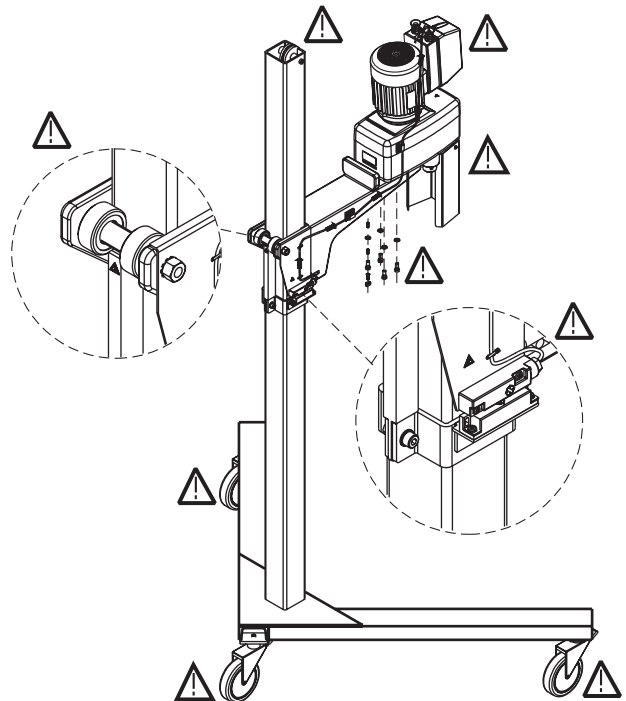

Fig. 3
- Beachten Sie die in Fig. 3 dargestellten Gefahrenstellen.